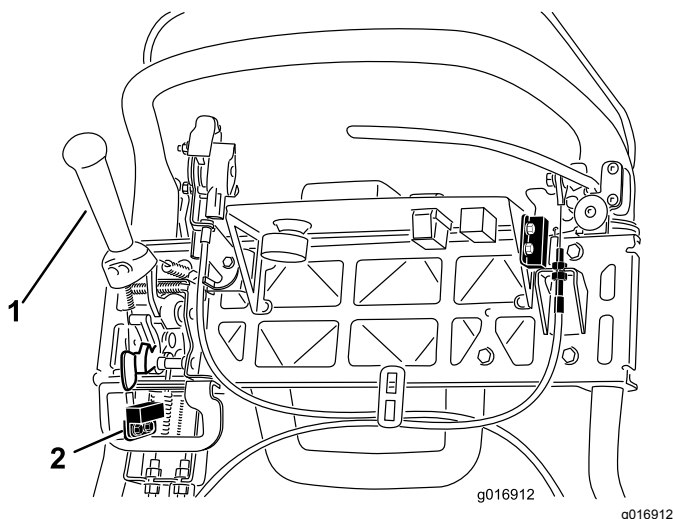

Figura 41
4. Desaperte as juntas de montagem do interruptor de segurança (Figura 41).
5. Coloque uma cunha de 1,6 mm entre a alavanca de tração e o interruptor de segurança (Figura 41).